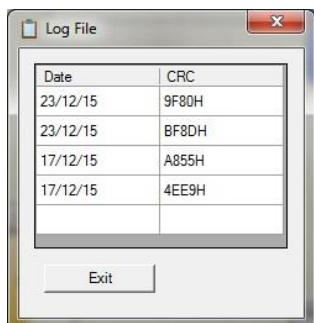

Figura 56: EUCHNER Safety Designer, archivo de registro
- El archivo de configuración (proyecto) incluye la fecha de creación y el valor CRC (código hexadecimal de cuatro cifras) de cada proyecto guardado en el MSC-CB/MSC-CB-S (Figura 56).